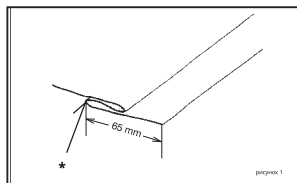

рис. 1
1. Подверните край на нужную глубину и проутюжьте. Подогните подол обратно к «правой» стороне одежды, создав «мягкую» складку на «изнаночной» стороне ткани – см. рисунок 1.
1. Подверните край на необходимую глубину и приутюжьте. Подогните подол обратно к «правой» стороне изделия, создав «мягкую» складку на «изнаночной» стороне ткани – см. рис. 1.
Ванная комната, процедура, подходящая для вашего случая: 1. Ответьте на ткань сюр-л' envers à la profondeur désirée pour l'ourlet et repasser le pli. Discourte l'ourlet vers l'endroit du tissu en ne laissant dépasser qu'un faible Bord du Côté Envers (рис. 1).
1. Получите окончательное состояние желаемой глубины и премьеры. Спелый орло indietro против lato «destrò» indumento, in modo da creare a piega «morbida» sul rovescio del tessuto - см. рис. 1.